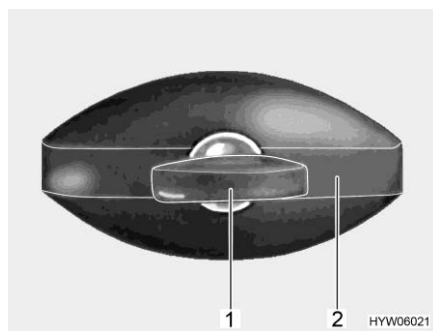

Fig. 74 Serratura dello sportello (ellittico, chiuso)
- Inserire la chiave nel cilindro della serratura (Fig. 74,1) e ruotare in senso antiorario di un quarto di giro. La maniglia della serratura (Fig. 74,2) scatta all'infuori.